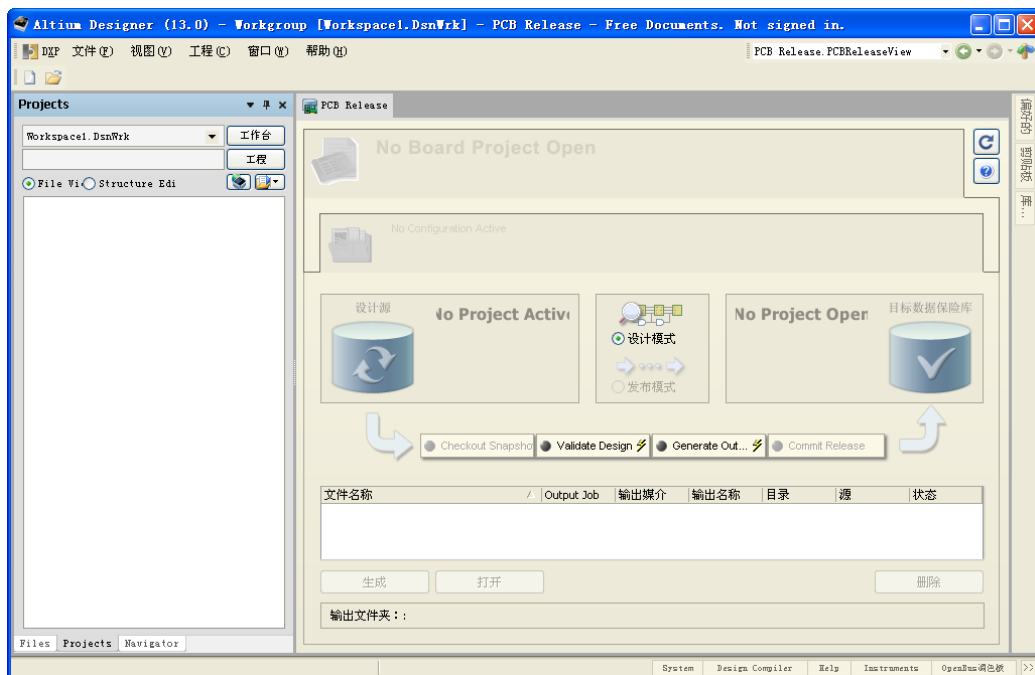

图 1-14 PCB 发行窗口
- （6）“PCB 发布视图”命令：用于打开 PCB 发行窗口，如图 1-14 所示。